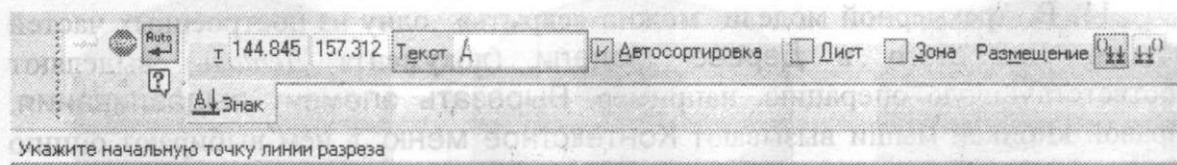

Рис. 54. Панель Свойств команды Линия разреза
4. На чертеже определяют место начала и конца секущей плоскости и выбирают направление взгляда. Буквенное обозначение секущей плоскости можно ввести в окне Текст при отключенной Автосортировке (рис. 54).